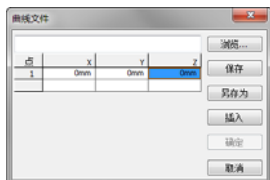

图 6-7 [曲线文件] 对话框
2. 在弹出的 [曲线文件] 对话框（图 6-7）中输入自由点的空间坐标，同时在图形区域中可以预览生成的样条曲线。